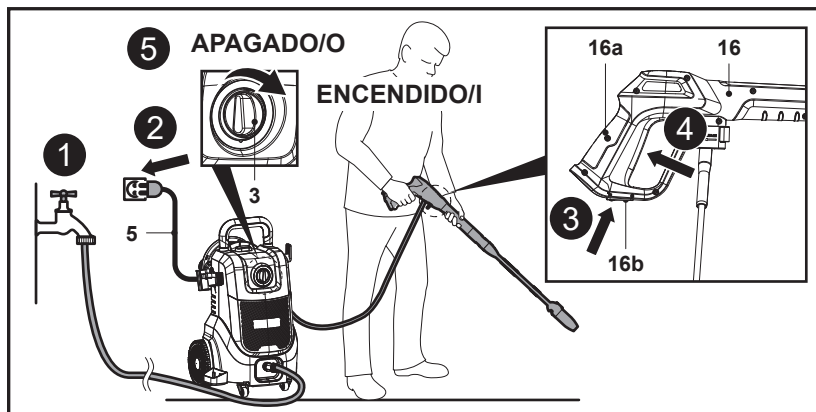

Fig. 19
1. Abra el grifo para que el agua fluya hacia la bomba (Fig. 19, paso 1).
2. Conecte el cable de alimentación (5) a la fuente de alimentación y asegúrese de que el interruptor giratorio de encendido / apagado (3) está en la posición de apagado (Fig. 19, paso 2).
3. Tire del bloqueo del gatillo (16b) situado en la parte inferior de la pistola pulverizadora (16) para desbloquear el gatillo de la pistola pulverizadora (16a) (Fig. 19, paso 3).
4. Presione completamente el gatillo (16a) hasta que salga un flujo constante de agua para eliminar el aire de la máquina y de la manguera de suministro de agua (Fig. 19, paso 4). A continuación, suelte el gatillo de la pistola pulverizadora (16a).
5. Encienda la máquina ajustando el interruptor giratorio de encendido / apagado (3) a la posición "I" (Fig. 19, paso 5).